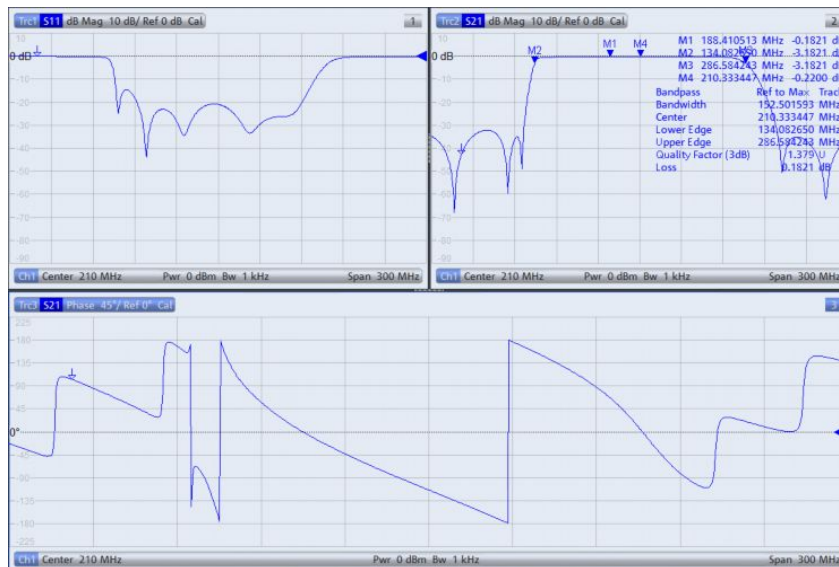

Рис. 2-35 – Отображение всех основных параметров фильтра в отдельных окнах
- Чтобы отобразить все три измеренные значения (коэффициент отражения, коэффициент передачи и фаза) на отдельных графиках (рис. 2-35), нажмите клавишу *DISPLAY* и выберите функцию *Split All* (Разделить все).